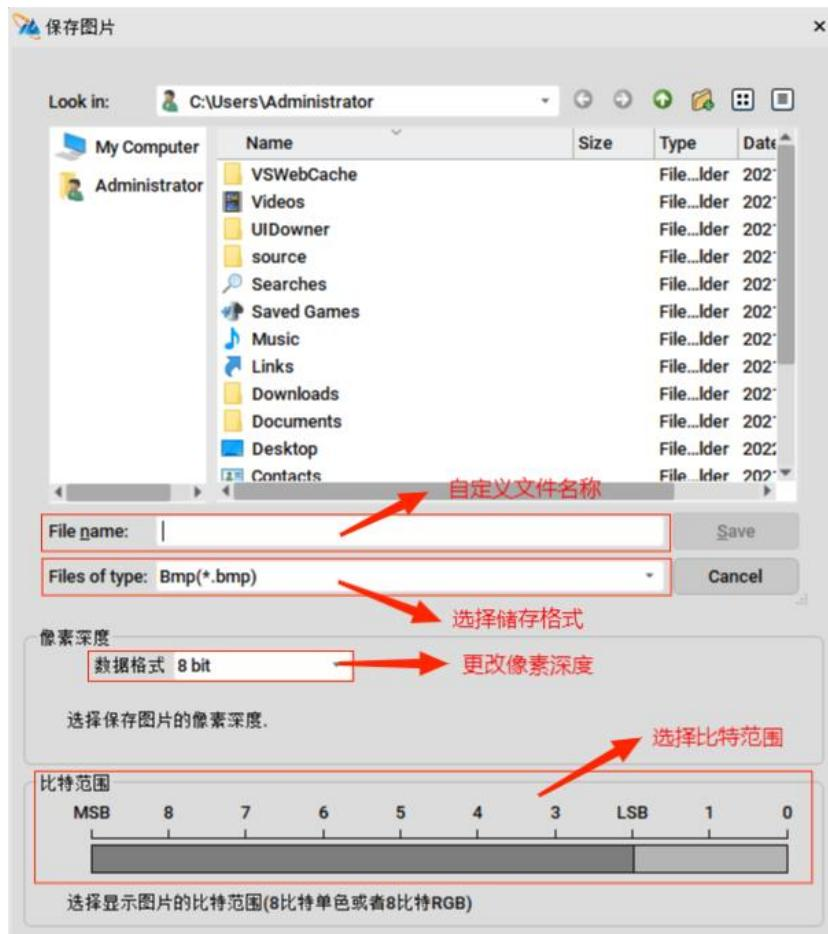

图 2.9-3 截取其中任意 8bit 的图像数据进行保存
(4) 对于像素深度大于 8bit 的图像，用户可以选择截取其中任意 8bit 的图像数据进行保存或者保存全部像素信息。以像素深度为 10bit 的图像为例，当用户希望截取任意 8bit 的图像数据进行保存时，可以在“像素深度”中选择“8bit”，在“比特范围”中选择保存图像的有效数据范围。如图 2.9-3 所示。